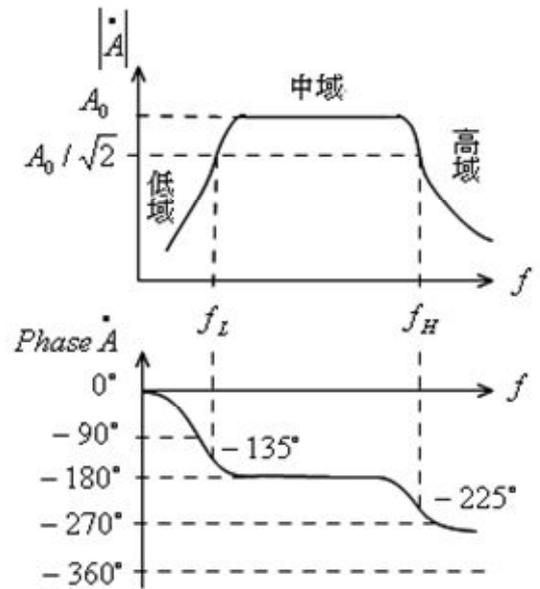

図 4. 4
で求められるが、Circuit Viewer のテスト等では求められないので図 4. 3 のグラフから求めることにします。図 4. 3 は図 4. 4 のような関係で求めることができるので A_0 は①のところをみれば A_0 を求めることができます。(但し図 4. 3 は dB 表示なので気をつけてください。)